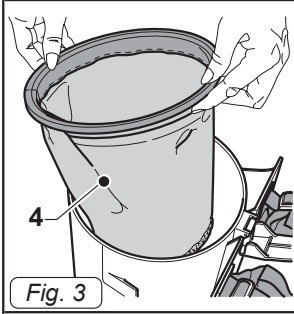
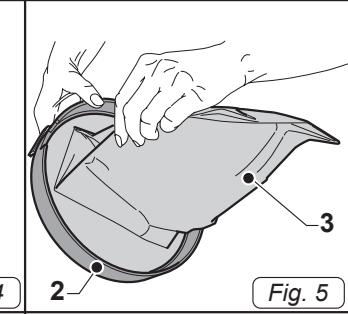
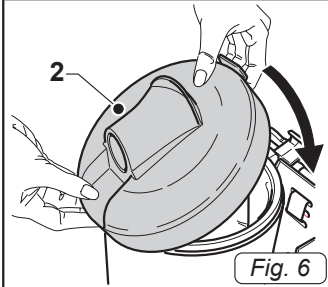
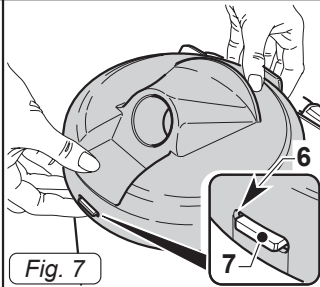

Fig. 3
Fig. 5
Fig. 6
Fig. 7
- Rimuovere il filtro in stoffa (4 Fig.3) e controllare che all'interno dell'apparecchio
- Rimontare il filtro in tela (4 Fig.3), rimontare il sacchetto in carta (3 Fig.5) sul coperchio (2 Fig.5) e mantenendolo in posizione rimontare il coperchio (2 Fig.6) agganciando la cava (6 Fig.7) ricavata sul coperchio sulla piattina (7 Fig.7) posta sul corpo dell'apparecchio.